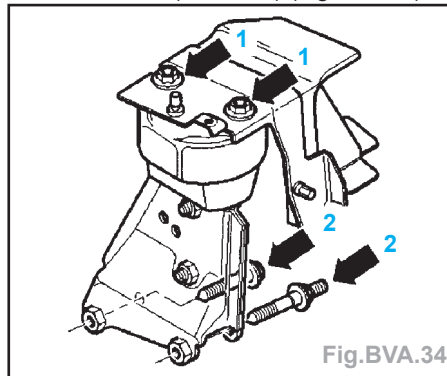

Fig. BVA.34
- Dévisser le palier de fixation (A) de la boîte (flèches 2).
- Dévisser le palier de boîte de vitesses de la carrosserie (flèches 1) (Fig. BVA.34).
- Avant de soulever l'ensemble moteur/BV, serrer les vis (flèches 2) du palier de fixation (Fig. BVA.34).